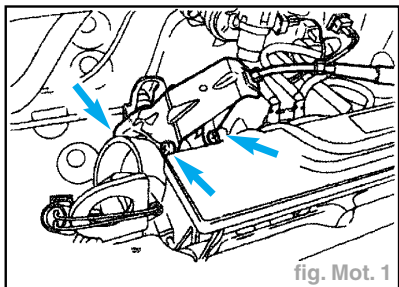

fig. Mot. 1
- Débrancher le câble d'accélérateur et le déposer avec son support (trois vis) (fig. Mot. 1).